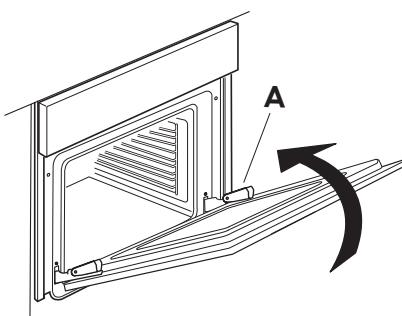

Fig. 2
4. Feche a porta o mais possível (A), levante-a (B) e rode-a (C) até ficar solta (D) (fig. 2, 3, 4).